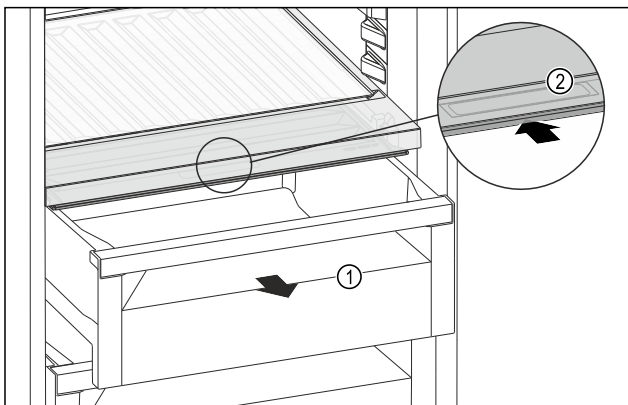

Fig. 117
- ▶ Извлеките выдвижной ящик Fig. 117 (1).
- ▶ Возьмитесь за уплотненную ручку Fig. 117 (2) на крышке отделения и одновременно введите крышку отделения назад.